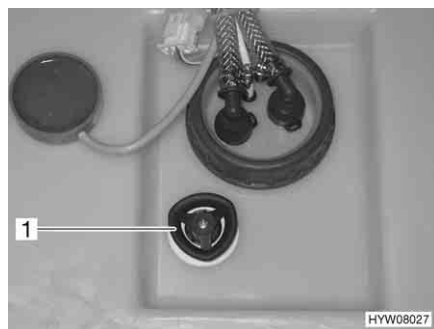

Fig. 205 Serbatoio dell'acqua con maniglia girevole
- Sul serbatoio dell'acqua, ruotare la maniglia girevole (Fig. 205,1) in senso orario fino all'arresto.
- Sul serbatoio dell'acqua, ruotare la maniglia girevole (Fig. 205,1) in senso antiorario fino all'arresto. L'acqua fuoriesce fino a 20 litri.